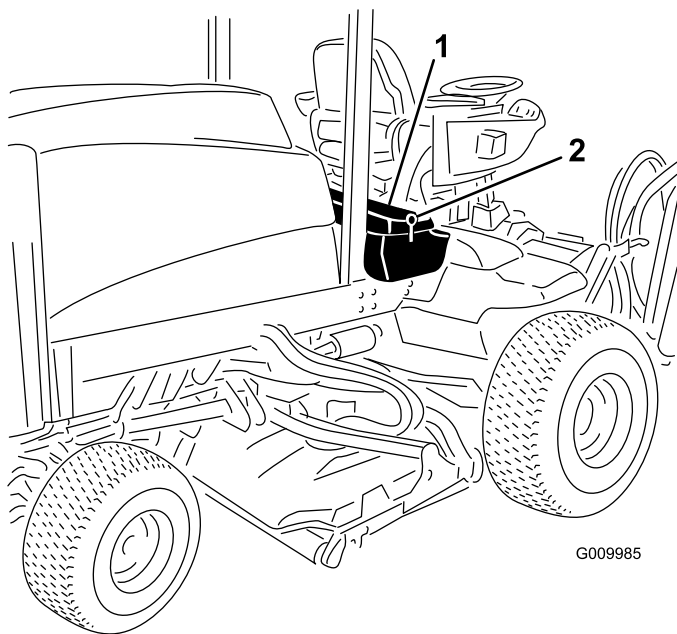
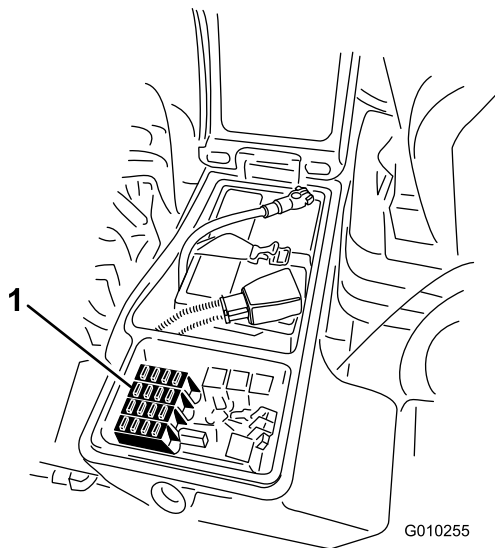

Bild 100
Bild 101
1. Lösen Sie den Riegel für die Abdeckung des rechten Ablagekastens und heben Sie die Abdeckung hoch (Bild 100).
1. Lösen Sie den Riegel für die Abdeckung des rechten Ablagekastens und heben Sie die Abdeckung (Bild 100) hoch, um an den Sicherungsblock zu gelangen (Bild 101).
2. Wechseln Sie ggf. die offenen Sicherungen aus (Bild 101).
3. Schließen Sie die Abdeckung des rechten Ablagekastens und befestigen Sie die Abdeckung mit dem Riegel (Bild 100).